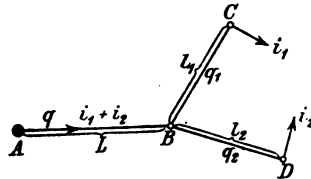

Abb. 263. Leitung mit Verästelung.
Von Interesse ist hier nur der Fall, daß 2 Speiseleitungen bis zu einem gewissen Punkte B (Abb. 263) in einer Leitung verlaufen und sich dort trennen in die Leitungen \overline{BC} und \overline{BD} . In den Speisepunkten C und D werden die Ströme i_1 und i_2 gebraucht. Der gesamte Spannungsverlust von A bis C bzw. von A bis D sei δ_{\max} Volt.
Die Querschnitte der Leitungstücke \overline{AB} , \overline{BC} , \overline{BD} (Abb. 263) lassen sich leicht nach Formel I berechnen, wenn man den Spannungsverlust von A bis B willkürlich δ_1 setzt ($\delta_1 < \delta_{\max}$), dann ist der Spannungsverlust von B bis C bzw. von B bis D ($\delta_{\max} - \delta_1$) und die Querschnitte werden nach (II)